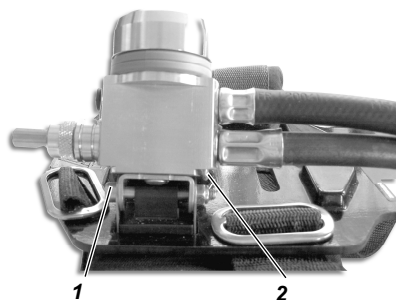

Fig. 8 Rimozione del riduttore di pressione
- (3) Rimuovere le cinghie dorsali e la cintura dalle scanalature poste sul telaio di trasporto.
- (4) Allentare la vite a brugola (1) del supporto del riduttore di pressione (vedi Fig. 8).
- (5) Rimuovere il riduttore di pressione con le tubazioni dal telaio di trasporto.